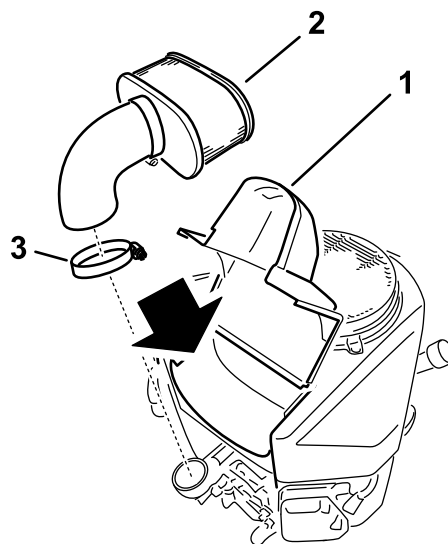

Figure 33
4. Desserrez le collier de flexible et retirez l'élément en papier (Figure 33).